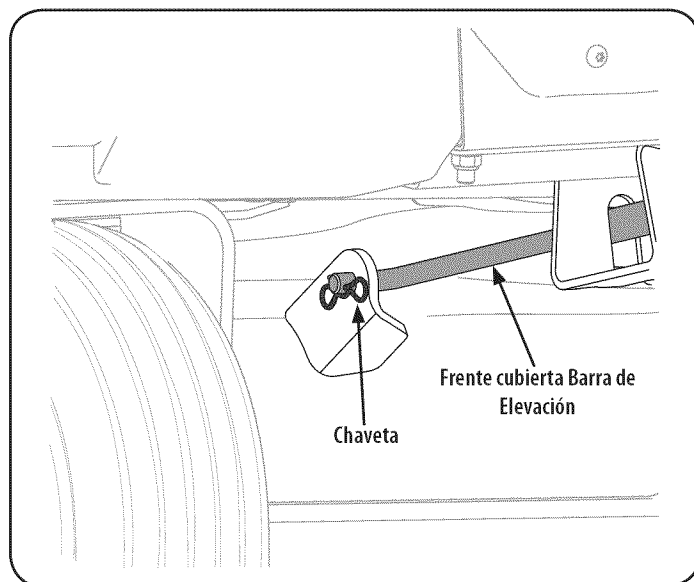

Figura 31
6. Tire del pasador de la varilla de elevación de la plataforma frente a la fijación a la cubierta. Ver Figura 31. Deslice la barra de elevación de la plataforma de la ménsula de suspensión frontal.
6. Vuelva a instalar la barra de elevación de la plataforma delantera y fíjela con el pasador . Consulte la Figura 31 .